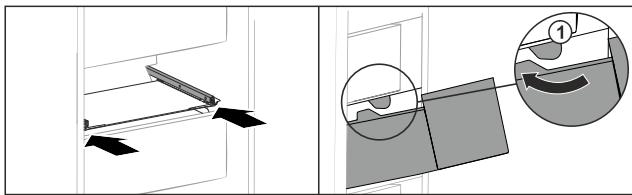

Fig. 156
- Прокарайте чекмеджето около ограничителите Fig. 156 (1).